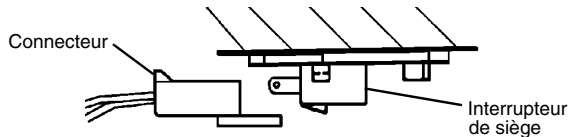

FIGURE 5
- Connecter le connecteur du siège de l'utilisateur sur l'interrupteur situé au-dessous du siège. S'assurer que le connecteur se verrouille dans l'interrupteur (voir FIGURE 5).